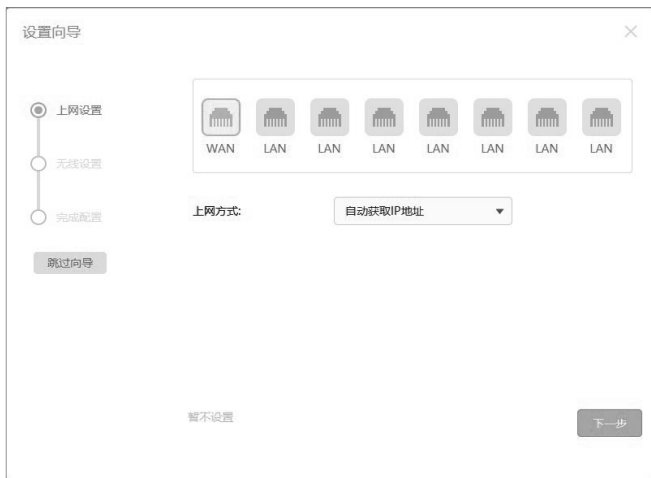

图4-7 上网方式-自动获取IP
2) 如果上网方式为动态IP, 如图4-7所示, 即可以自动从网络服务商处获取IP地址, 不需要填写任何内容。